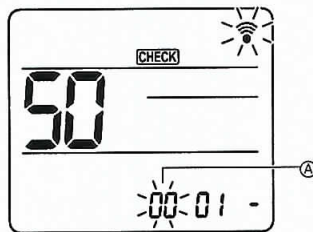

Fig. 6-17
- ② Ustawianie numeru jednostki
Nacisnąć przycisk [↓], aby ustawić numer jednostki ④. (Fig. 6-17)